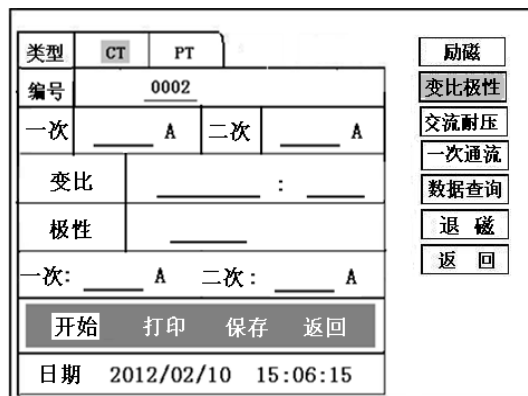
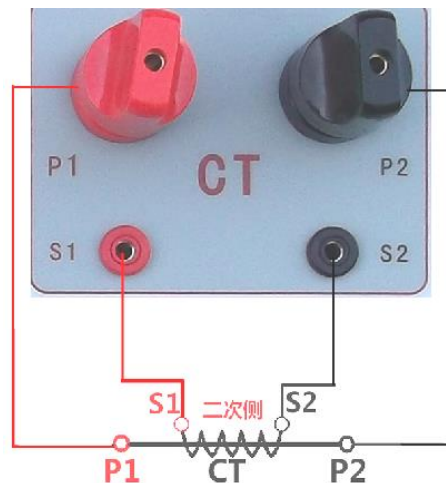

图 12, CT 变比极性测试界面
图 13 , CT 变比极性接线图
1) 参数设置：测试界面见图 12。
按照图 13 进行接线，CT 一次侧接 P1、P2，CT 二次侧接 S1、S2。进入 CT “变比极性”测试界面，如图 12。设置完成后，合上“功率开关”，移动光标至“开始”选项，按下控制器，试验即开始。